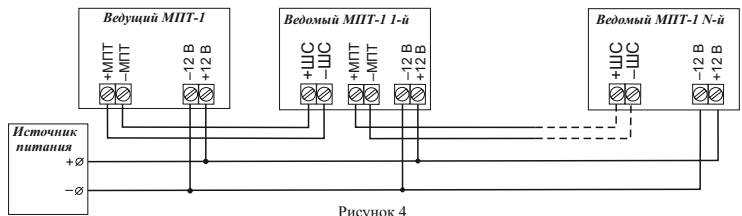

Рисунок 4
- **±МПП** – используется для подключения ведомых модулей, задействовав в них клеммы **±ШС** (Рисунок 4). Ведущий и ведомые модули должны иметь общий провод питания 12 В. Расстояние между модулями не более 50 м. Ведущий модуль включает ведомые модули после того, как получит команду от приемно-контрольного прибора, ИПР или двух бездрезных ИП, ЭДУ-ПТ.